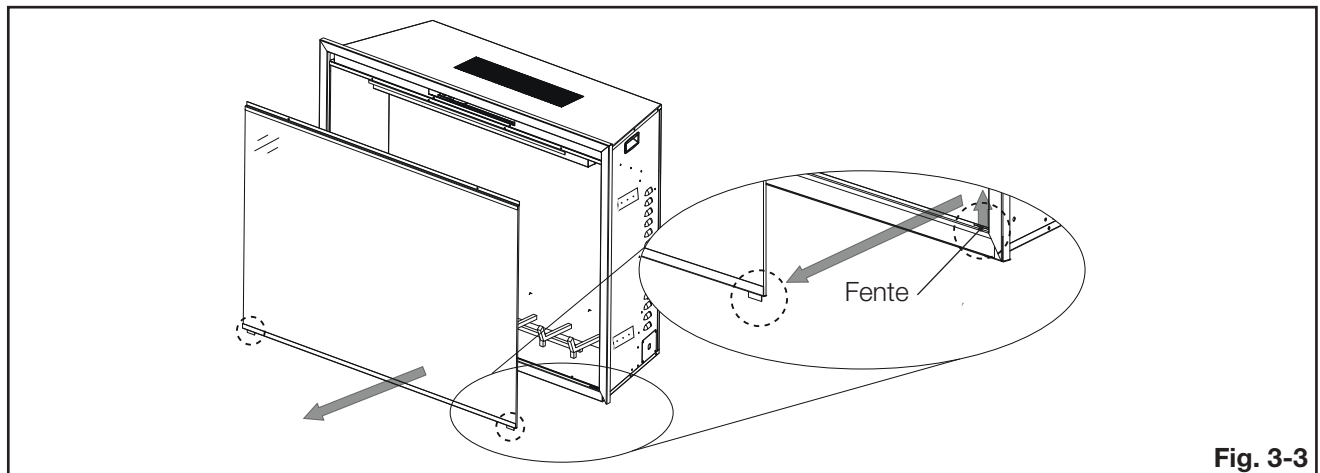

Fig. 3-3
3. Soigneusement soulevez la porte vitrée des 2 fentes dans le bas de la chambre de combustion (**Fig. 3-3**). Mettez la porte vitrée sur une surface doux et non-abrasive.